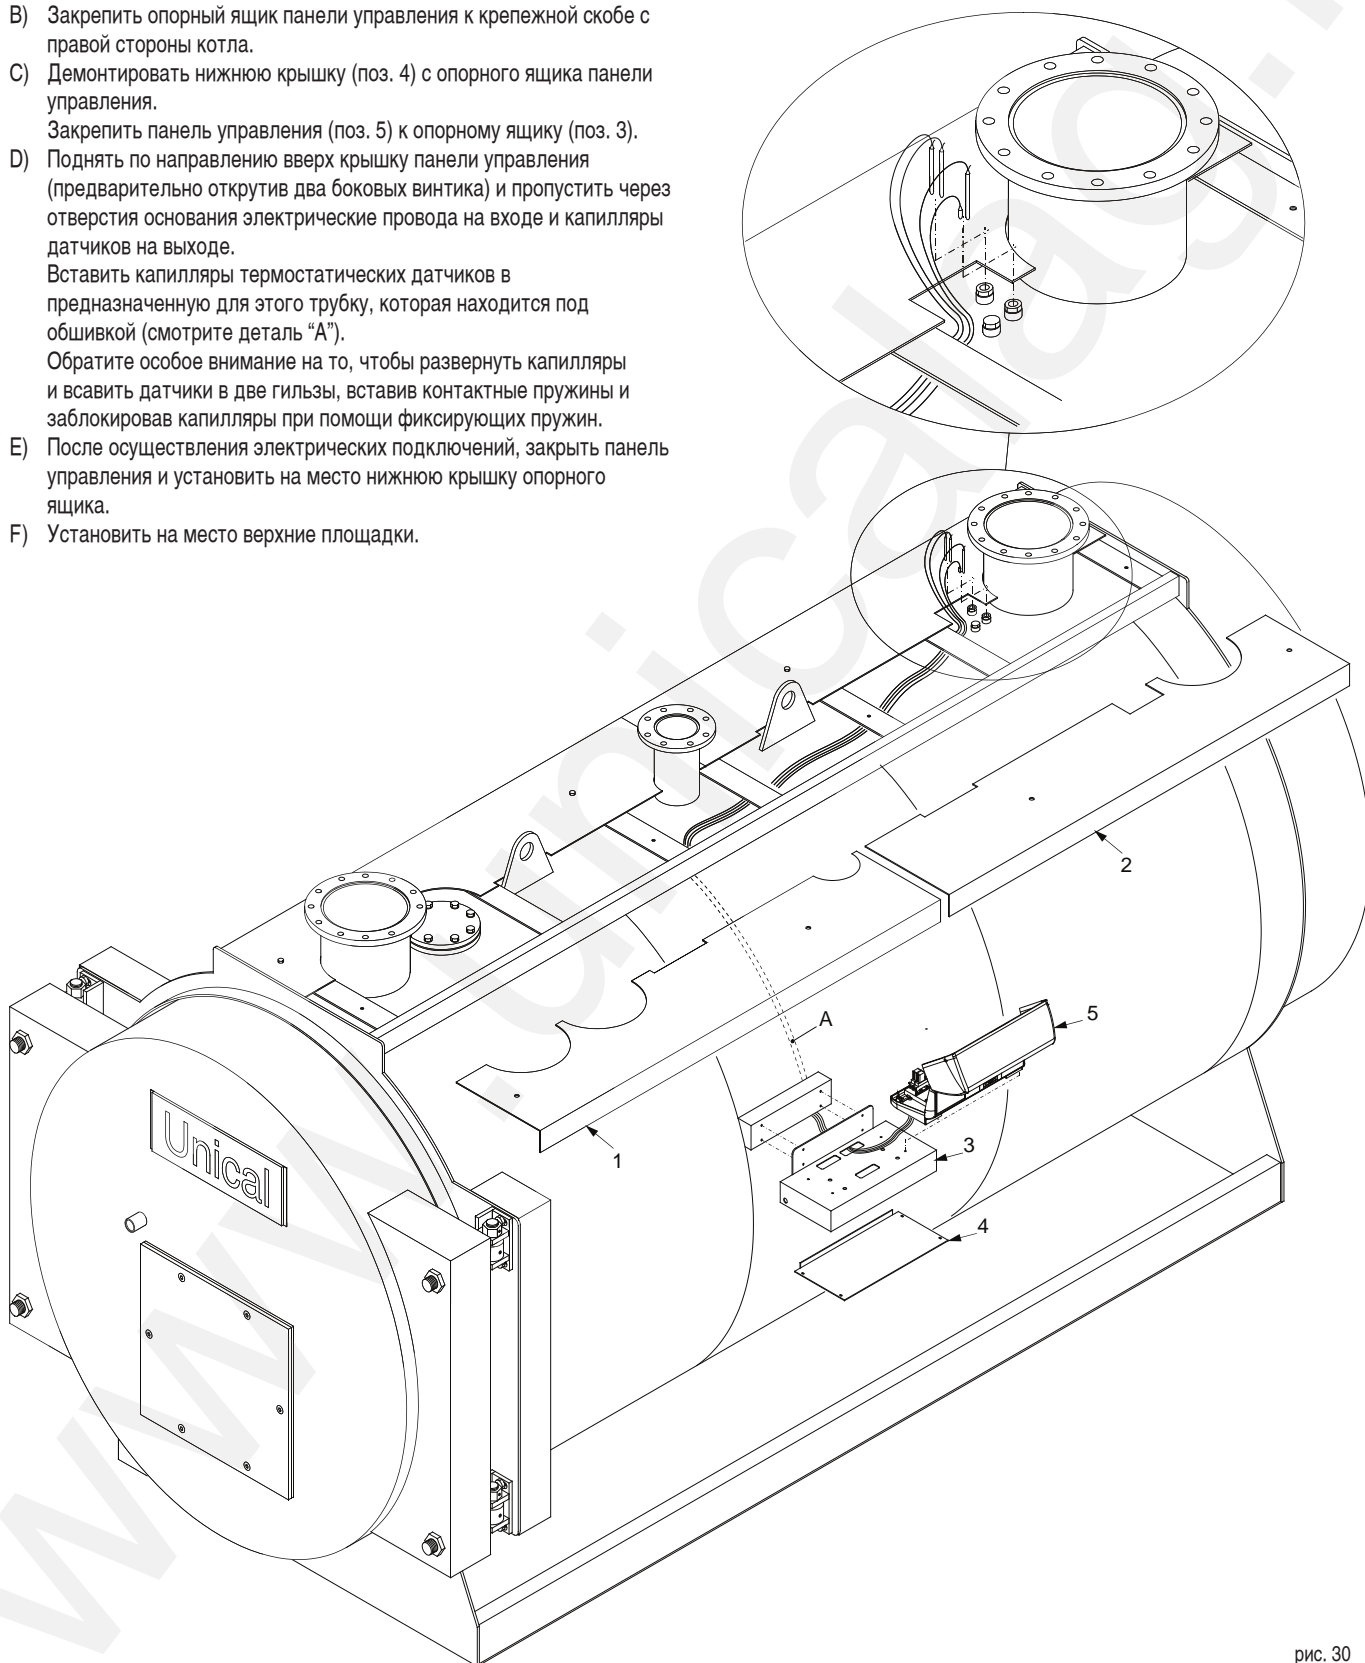

рис. 30
Последовательность монтажа (см. рис. 30)
- включением-отключением котлового насоса Pi или, когда он отсутствует, всех насосов установки (например, насосов Pi и Pc на рис.30) по команде термостата Tмин с уставкой срабатывания 55°C;